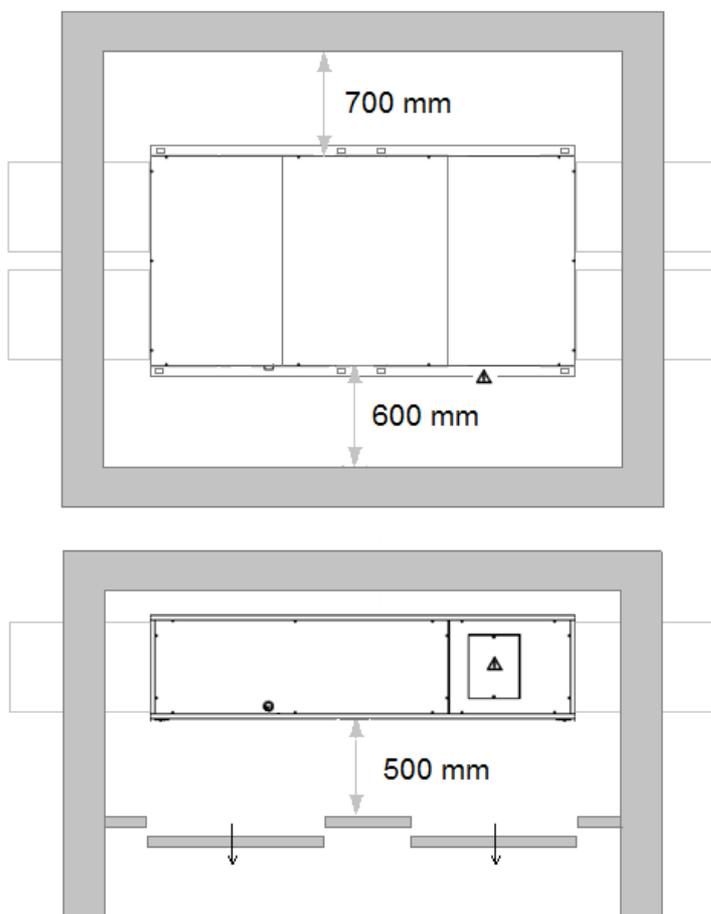

Fig. 6
- Dejar adecuados espacios técnicos de respeto como se indica en las **fig. 6 y 7** siguientes. Estos son necesarios para garantizar la accesibilidad a la máquina y permitir las correctas operaciones de mantenimiento con seguridad.